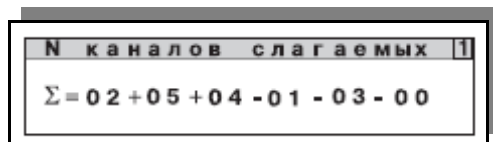

Рисунок 2.26 — Изображение окна «N каналов слагаемых»
Для определения суммы (разности) однотипных параметров температуры войти в подменю N КАНАЛОВ СЛАГАЕМЫХ, рисунок 2.26. При помощи кнопок «▲», «▼», «◀», «▶» ввести значения однотипных параметров $t_{X1} \dots t_{X6}$ для формулы (1) (см. п.1.3.2 части 1 руководства) и нажать ВВОД для подтверждения выбора, либо МЕНЮ для его отмены. Параметр применяется только для типа канала **Сумма**. Например, если значение шестого параметра вычисляется по формуле $t_6 = t_2 - t_1 + t_5 + t_4 - t_3$, то индексы однотипных системных параметров для формулы (1) при помощи кнопок «▲», «▼», «◀», «▶», ВВОД следует записать в виде $\{X1, X2, X3, X4, X5, X6\} = \{2, 5, 4, 1, 3, 0\}$, смотри рисунок 2.36.